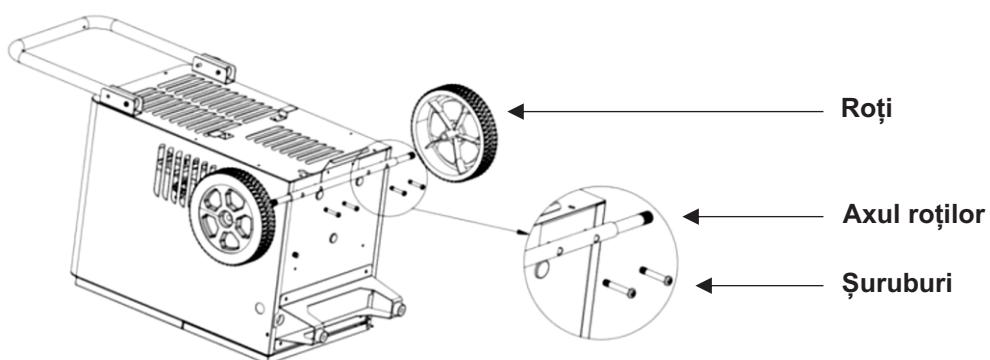

Fig. 1
- 1 Asamblarea roților:** Scoateți din ambalaj corpul aparatului, axul roților, roțile și șuruburile. Înclinați corpul mașinii precum în fig. 1, fixați axa de rotire pe corpul aparatului cu cele 4 șuruburi furnizate, apoi fixați roțile pe ambele părți ale axului în aceeași direcție precum șuruburile axului. După fixarea roților ridicați aparatul în poziție verticală.